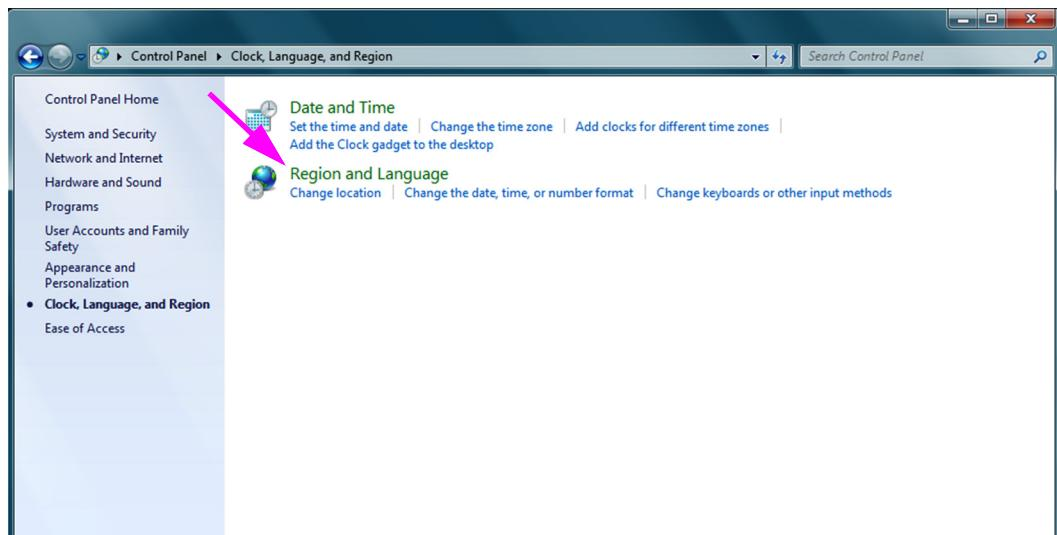

Figura C-14. Finestra Clock, Language, and Region (Orologio, lingua e impostazioni internazionali)
4. Viene visualizzata la finestra Clock, Language, and Region (Orologio, lingua e impostazioni internazionali) (vedere la Figura C-14). Fare clic su **Region and Language** (Opzioni internazionali e della lingua).